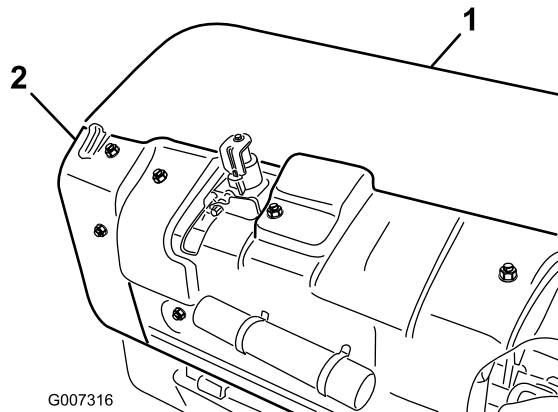

Figura 36
1. Retire a cobertura da cabeça de perfuração traseira (Figura 36).
2. Retire as porcas de montagem da proteção da polia e retire a proteção (Figura 36).